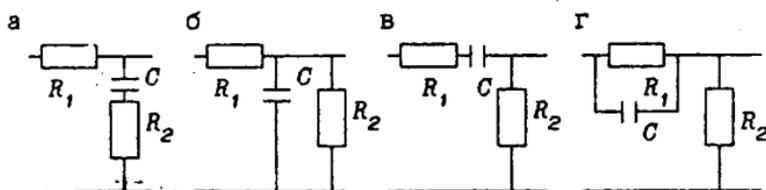

Рис. 1.1
1. Найдите передаточные функции схем на рис. 1.1.
2. Для схем, изображенных на рис. 1.1, постройте амплитудно-частотные, фазо-частотные и переходные характеристики ($R_1=20$ кОм, $R_2=5$ кОм, $C_1=1$ мкФ).